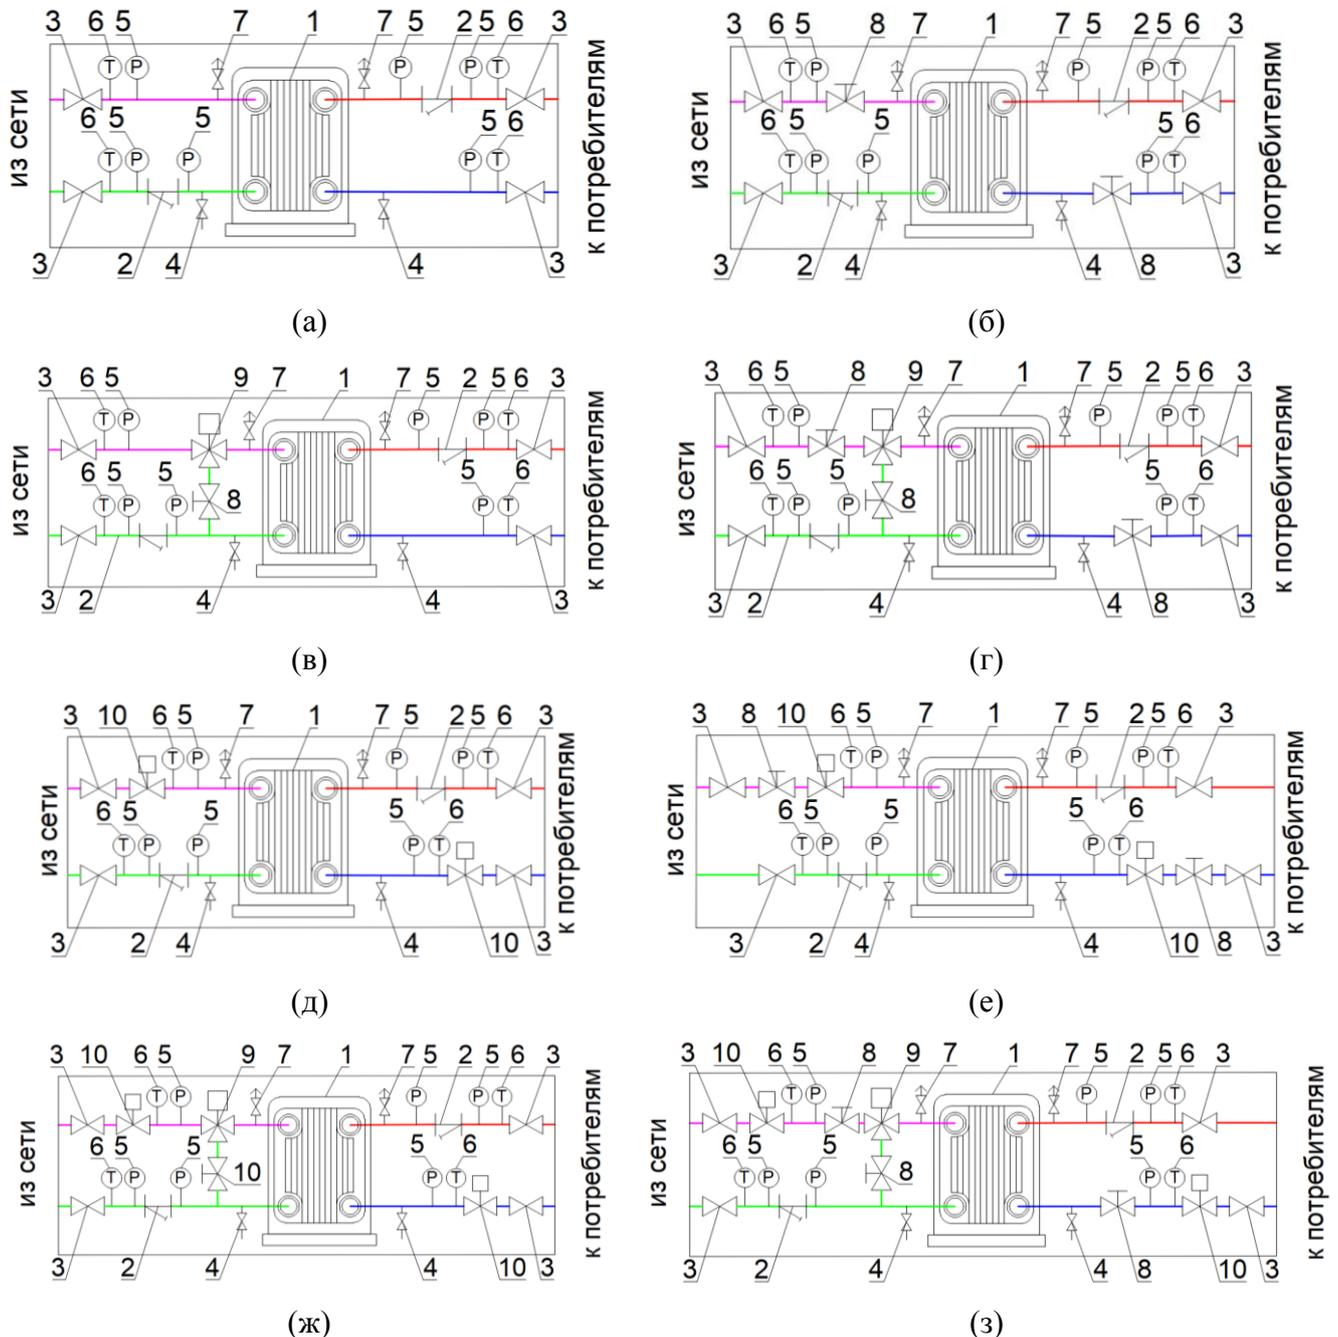

Рис. 6. Принципиальные схемы блока подключения теплообменника (БПО) в различных исполнениях:
4.5. Блок подключения теплообменника (БПО) включается в состав БХЦ при необходимости разделения контуров и переходе на другой температурный график или другой тип холодоносителя. Основным элементом БПО является собственно теплообменник, который поставляется как готовое изделие и присоединяется к БПО непосредственно при монтаже на объекте. Принципиальные схемы различных исполнений БПО показаны на рис. 6: